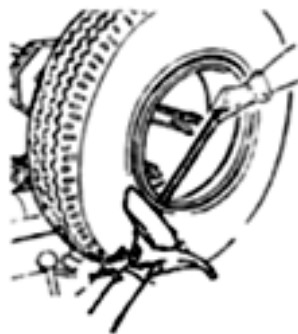

Fig22
(5) (рис. 22) Подцепите край разъемного кольца монтировкой, и, удерживая его, подведите диск для отрыва борта под образовавшийся зазор между кольцом и ободом. Вращайте колесо против часовой стрелки, чтобы полностью снять разъемное кольцо.